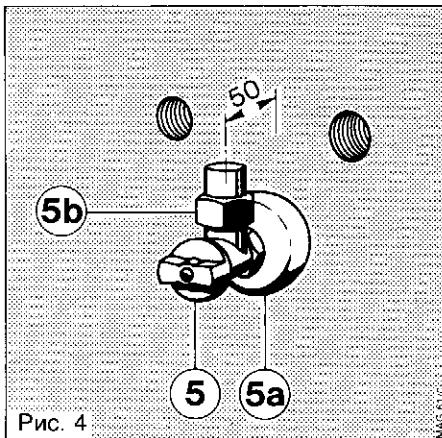

Рис. 4
5.3 Установка газового запорного крана (Рис. 4) и подключение водопровода
- Вывернуть гайку (рис. 4, поз. 5б) из газового запорного крана и плотно ввернуть её в патрубок аппарата.